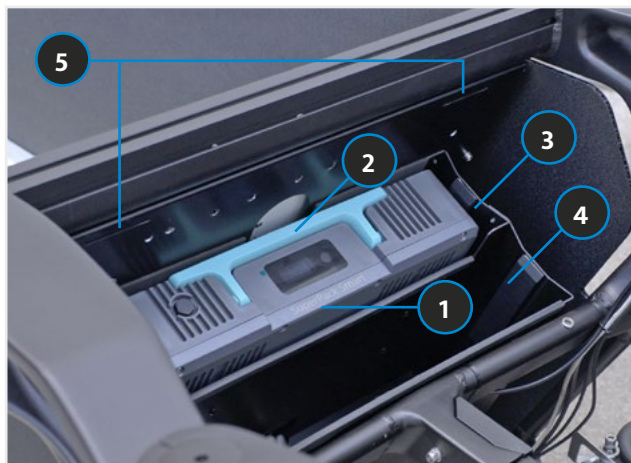

BILD 15 AKKU EINSETZEN
1. Akku vorsichtig von oben und in der korrekten Orientierung einsetzen. Griff muss (im eingeklappten Zustand) nach oben bzw. in Richtung Laderaum zeigen. Siehe Bild 15.